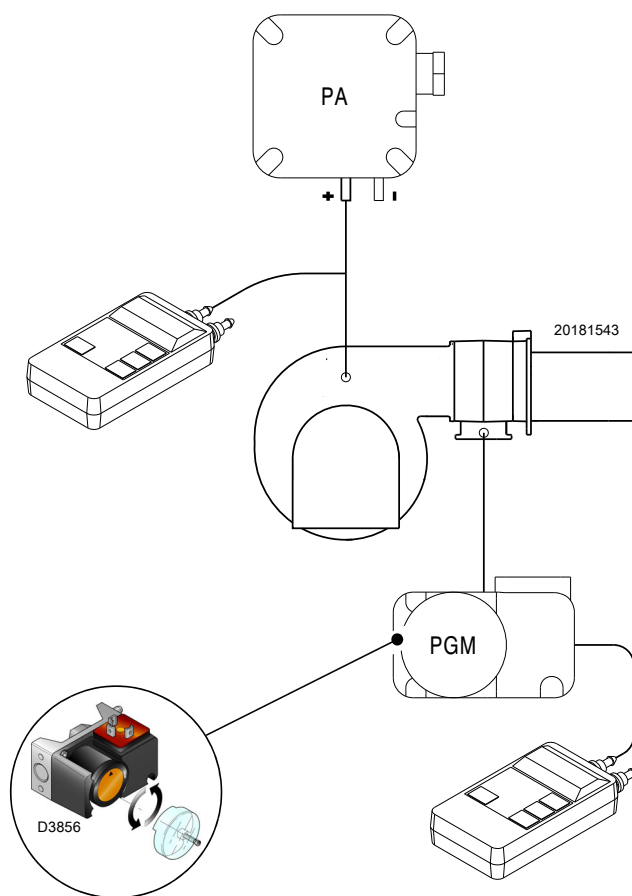

图 28
- 设定最高燃气压力开关（图 28）至量程的终止位置。
在完成所有其他燃烧器调整后，调整最大气体压力开关（图 28），并将最大气体压力开关设置在刻度的末端。